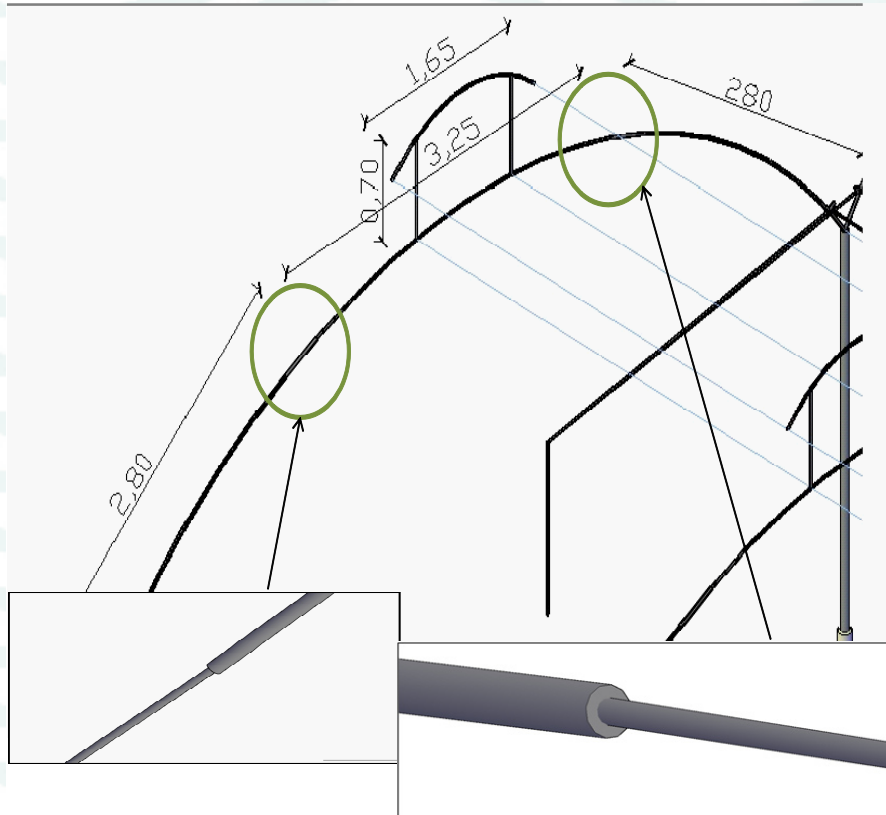

Fig. 8 Detalle de la cercha, sistema de acoplamiento macho-hembra
9.- Las cerchas de tubo redondo están compuestas por tres elementos que se acoplan mediante un mecanismo macho-hembra (Fig. 8)